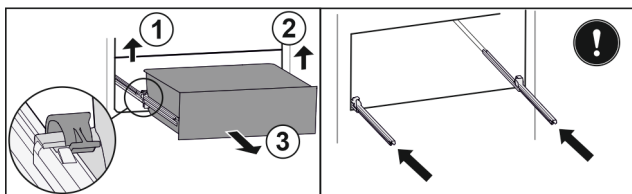

Fig. 154
- ▶ Zvedněte levou svorku a současně vytáhněte zásuvku vlevo dopředu. Fig. 154 (1)
- ▶ Zvedněte pravou svorku a současně vytáhněte zásuvku vpravo dopředu. Fig. 154 (2)
- ▶ Vyjměte zásuvku dopředu. Fig. 154 (3)